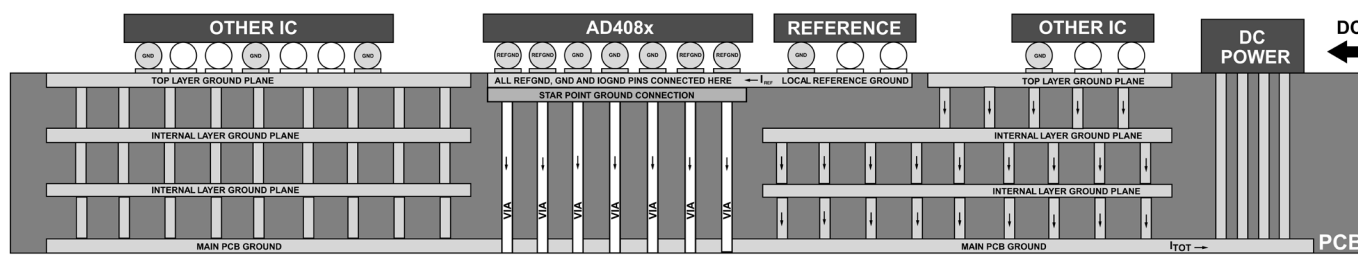

図 110. PCB グラウンド・プレーンの推奨レイアウト
- ▶ グラウンド・プレーンの分布を示す PCB ボードの側面断面図については、図 110 を参照してください。図 110 はグラウンド・プレーンのみを示しており、信号トラックは含まれていないことに注意してください。